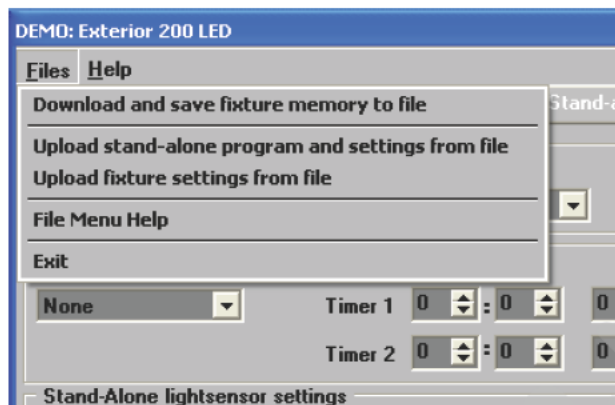

Figura 16: Administración de los ajustes y programas stand alone como si se tratara de ficheros
2. Descargue y almacene esta programación y sus ajustes en su PC utilizando menú de ficheros del MUM (observar Figura 16), y entonces